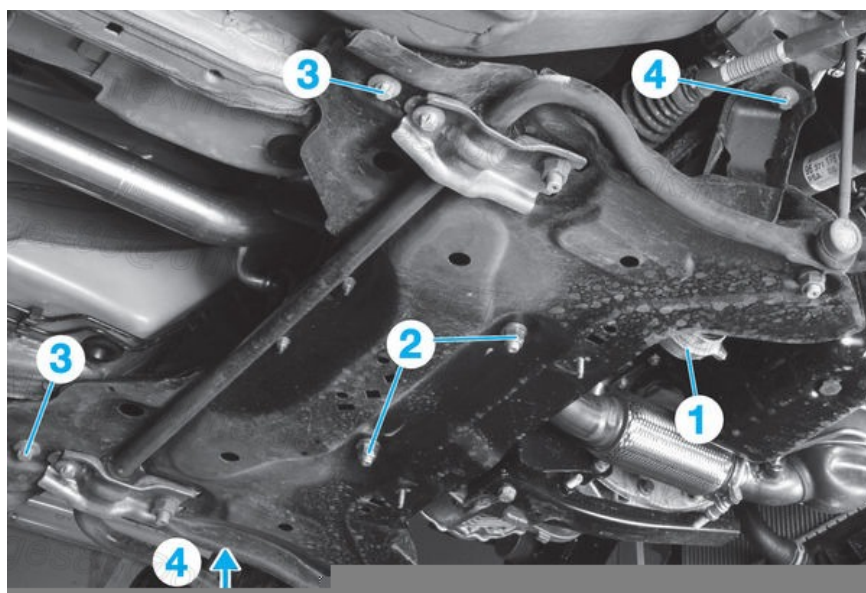

Fig.13
- Déposer les caches et les écrous (3).
- Déposer le joint de tablier (4).
- la bielle antibasculement (1) (Fig.13) (/media/RTA/RTA_714/RTA714A-006-013X.jpg)
- les écrous (2) de fixation du boîtier de direction sur le berceau.
- Déposer les vis (3) et (4) de fixation du berceau et le descendre progressivement de 30 mm environ (Fig.13) (/media/RTA/RTA_714/RTA714A-006-013X.jpg).